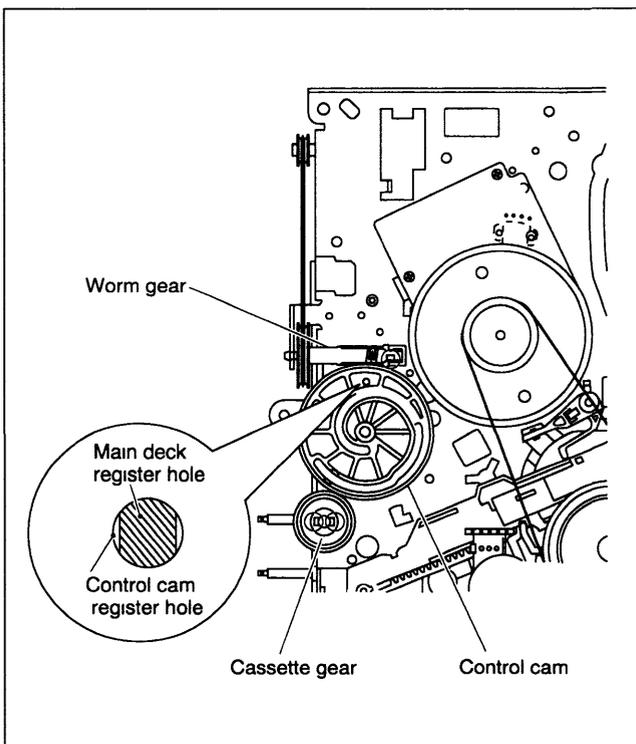

Fig. 2-3-4
- (1) Instale o Came de controle como indicado na Fig 2-3-4 certifique-se do alinhamento. Note que o furo do came de controle esteja alinhado e permita a passagem através do furo do chassis principal. Execute o ajuste fino girando a engrenagem com rosca sem fim (worm gear).
- (2) Instale a engrenagem de carregamento do cassete empurrando-a até que esta trave com um clique. (Veja fig 2-3-4)